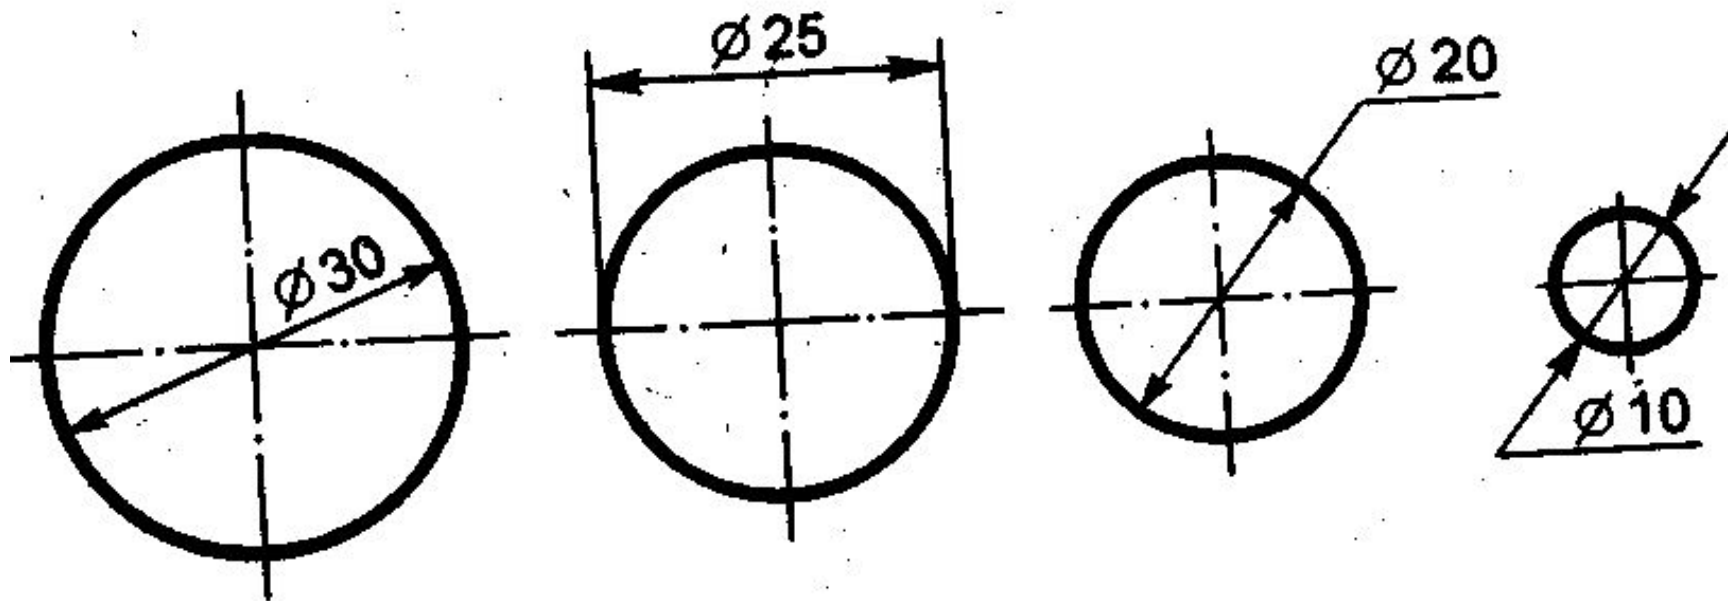

Рис. 8
- Для обозначения диаметра перед размерным числом во всех случаях наносят знак - кружок, перечеркнутый прямой линией под углом 75°. Применение и построение этого знака показано на рис. 8.